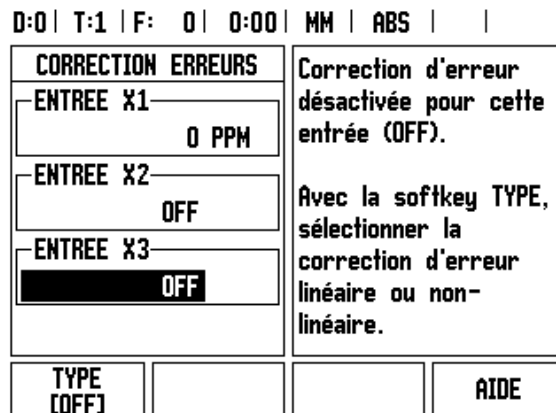

Fig. II.8 Masque d'introduction pour la correction d'erreur linéaire
- ▶ Appuyez sur la touche numérique associée à l'entrée du système de mesure située sur la face arrière de la visualisation de cotes. Utilisez les softkeys **+** ou **-** pour coupler une seconde entrée à la première. Les numéros des entrées sont affichés à côté de l'axe et ils indiquent la présence d'une position couplée (par exemple 2 + 3). Cf. Fig. II.8.
Vous pouvez utiliser la correction d'erreur linéaire si la mesure réalisée par un système de mesure comparateur révèle un écart linéaire sur toute la longueur de mesure. L'écart peut être compensé en appliquant un facteur de correction. Cf. Fig. II.7 & Fig. II.8